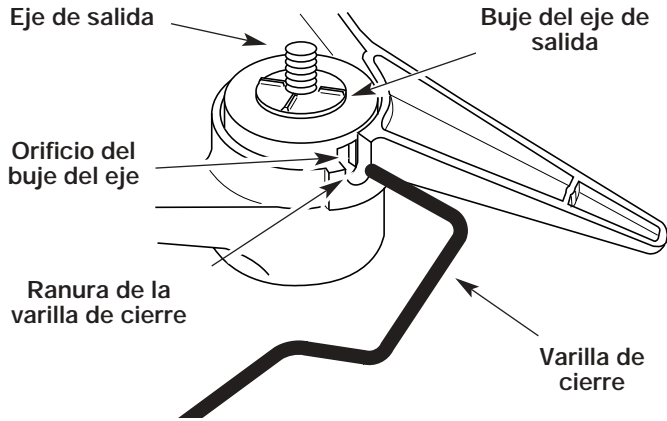

Fig. 8
1. Alinee el orificio del buje del eje con la ranura de la varilla de cierre e inserte la varilla de cierre en el orificio del buje del eje (Fig. 8).
6. Alinee el orificio del buje del eje con la ranura de la varilla de cierre e inserte la varilla de cierre en el orificio del buje (Fig. 8).
- Alinee el orificio del buje del eje con la ranura de la varilla de cierre e inserte la varilla de cierre en el orificio del buje (Fig. 8).